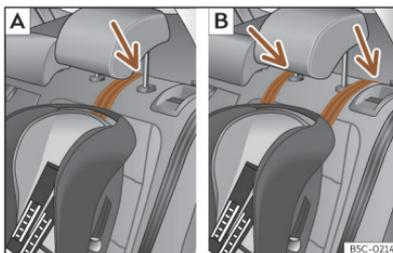
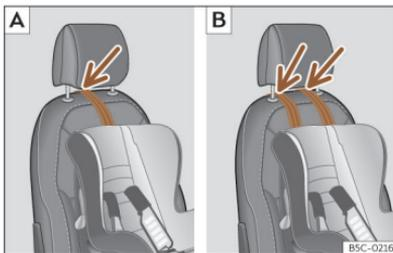

Fig. 55 Asientos traseros: ajuste y montaje en función del cinturón Top Tether.
Fig. 56 Asiento del acompañante: ajuste y montaje en función del cinturón Top Tether.
- Coloque la correa por debajo del apoyacabezas (en función de las instrucciones de la propia silla, levante o retire el apoyacabezas si fuera necesario) >>> **fig. 55** , >>> **fig. 56**.